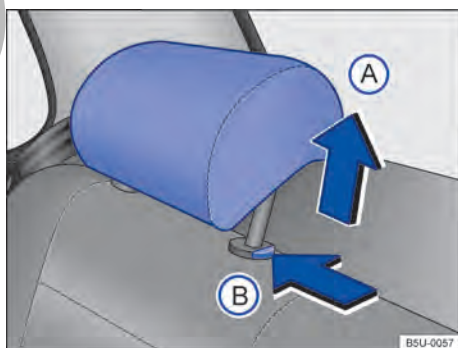

Fig. 58 Apoyacabezas trasero: ajustar.
- Empujar el apoyacabezas hacia arriba en el sentido de la flecha → **fig. 58 (A)** o con la tecla → **fig. 58 (B)** presionada, empujar hacia abajo → **▲** en *Introducción al tema* de la pág. 69.